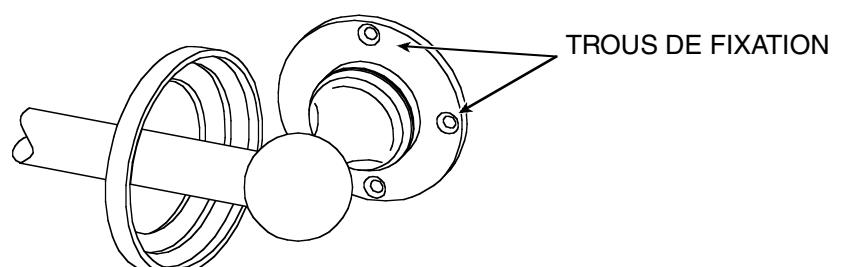

Figure 1
- Avec un crayon, marquez les centres des positions des trous de fixation à une extrémité (voir Figure 1). Ce sont les points sur lesquels vous ferez des trous pilotes pour mettre les vis. Si l'installation se fait sur des carreaux de céramique, placer du ruban masque sur la zone d'installation avant de marquer le repère afin de prévenir le glissement du foret sur le carreau.